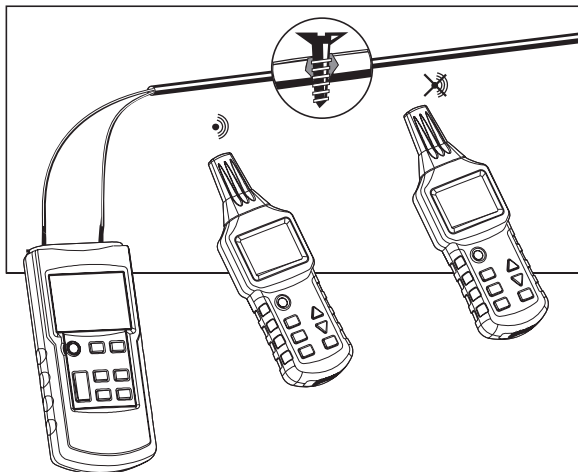

Fig. 3-2-3
- Anslut sändaren enligt Fig. 3-2-3;